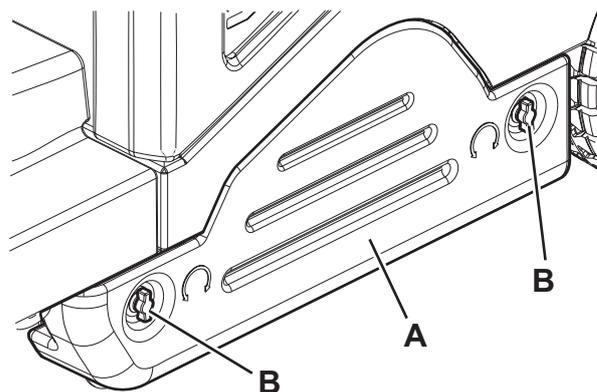

Figure 10
3. Tourner la clé de contact (51) sur « 0 », puis l'enlever.
4. Enlever le portillon gauche (A, fig. 10) en tournant les dispositifs de retenue (B).
*En phase de fermeture, aider la brosse centrale d'une main pour l'introduction du moyeu conique du support de fermeture (D).*
12. Remonter le portillon gauche (A, fig. 10) et l'accrocher avec les dispositifs de retenue (B).